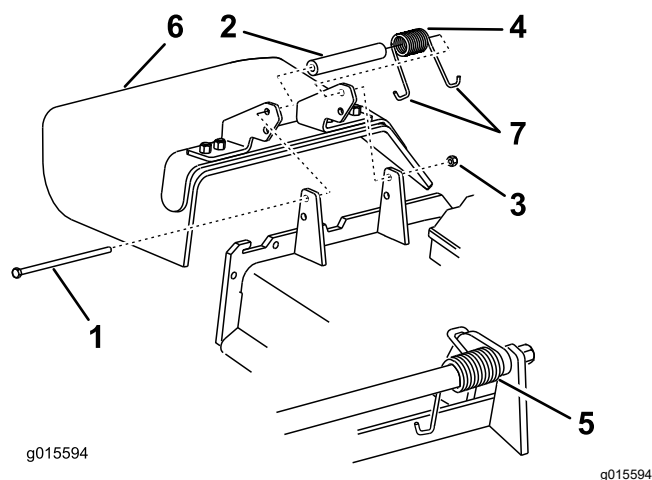

Figura 87
1. Îndepărtați contrapiulia, urubul, arc și distanțierul care fixează deflectorul pe suporturile pivotante (Figura 87).
2. Îndepărtați deflectorul pentru iarbă deteriorat sau uzat (Figura 87).
Notă: Asigurați-vă că ai montat capătul în formă de J în spatele marginii punii, înainte de a monta urubul conform Figura 87.
6. Amplasați capătul în formă de J al arcului în jurul deflectorului pentru iarbă (Figura 87).